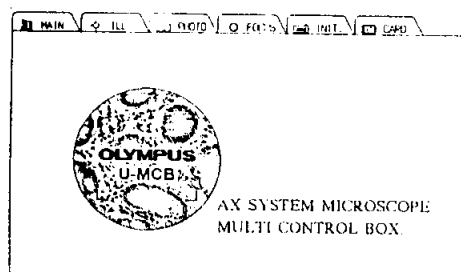

図 3
(図3, 4)
- 2) U-MCBのディスプレイに図3のような画面が表示されシステム(電動駆動部位)の初期化を行います。